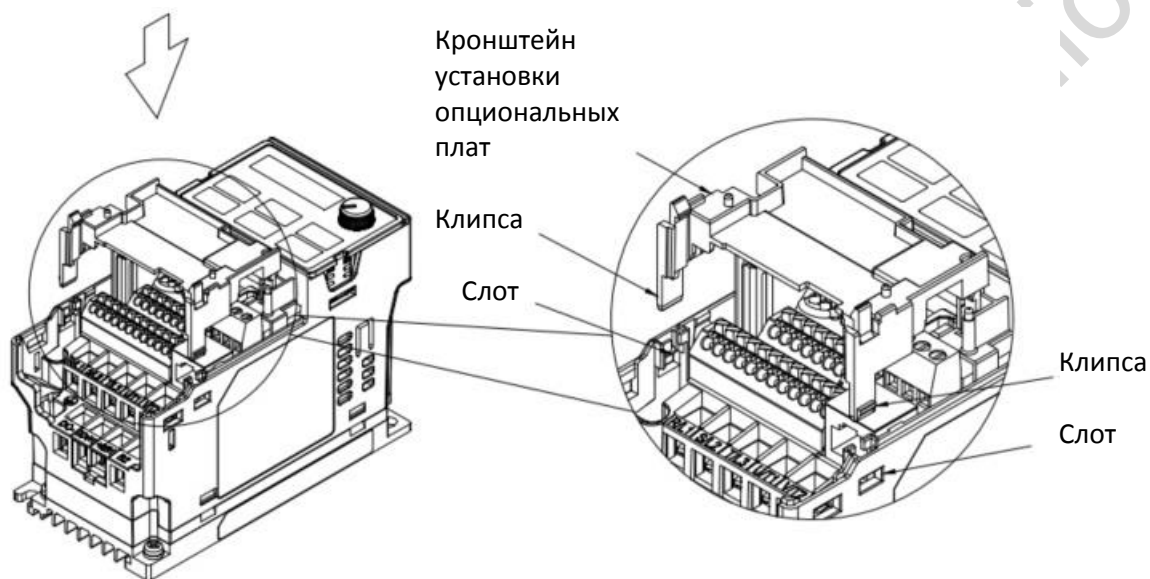

Рис. 8-1
3. Как показано на рис. 8-1, установите две клипсы кронштейна установки опциональных плат напротив соответствующих слотов на корпусе прибора. Надавите на кронштейн до щелчка.